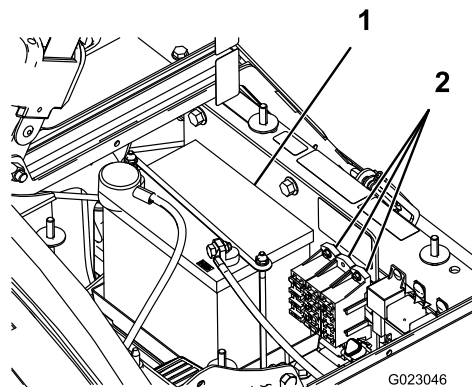

Figura 48
Existem duas caixas de fusíveis e uma fenda vazia no sistema elétrico. Elas estão localizadas embaixo do assento (Figura 48).
2. A bateria está localizada no lado direito da máquina, atrás da bomba (Figura 48).
5. Remova o retentor e os fixadores da bateria (Figura 48).
2. Instale o retentor da bateria e prenda-o com os prendedores removidos anteriormente (Figura 48).
4. Instale a tampa da bateria e fixe-a com os dois botões (Figura 48).
1. Afrouxe os botões nas laterais da caixa da bateria e remova a tampa da bateria (Figura 48).